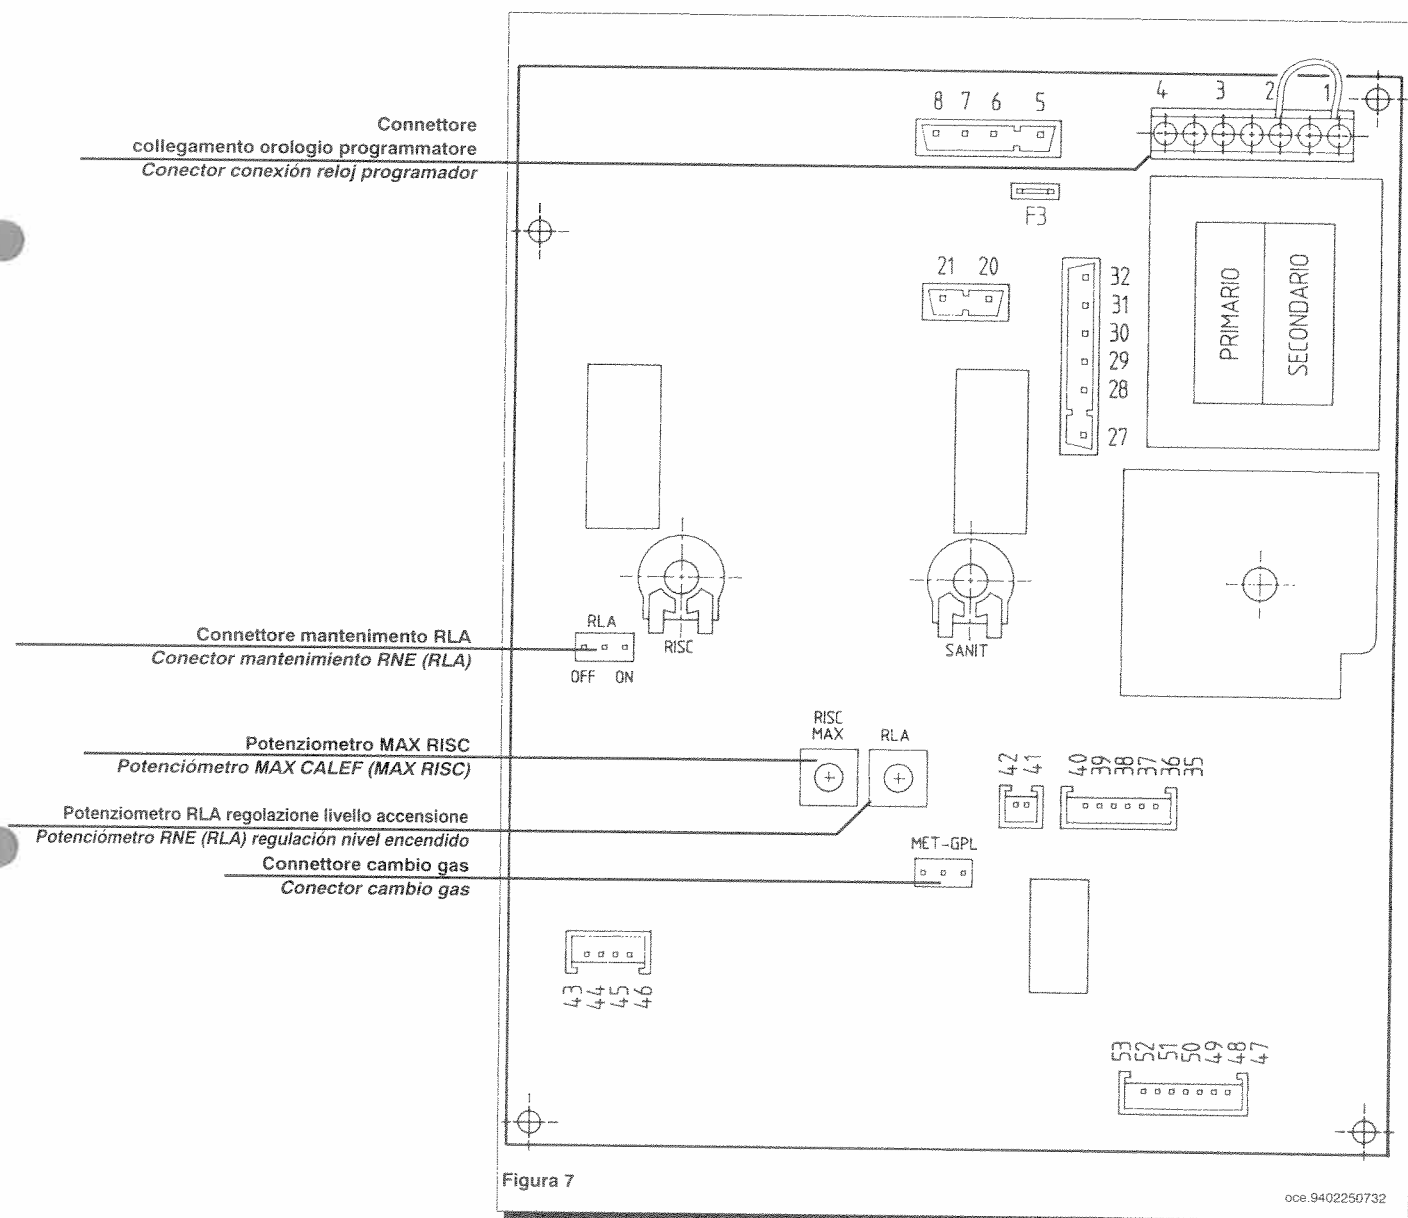

Figura 7
- * collegare il motore del programmatore al connettore della scheda elettronica principale (morsetti 3 e 4 di figura 7 a pagina 13);
- conectar el motor del programador al conector de la tarjeta electrónica principal (bornes 3 y 4 de figura 7 en página 13);
- posizionare il ponticello, nel connettore cambio gas, nel settore MET per il gas metano o nel settore GPL per il gas liquido (figura 7 a pagina 13).
- posicionar el puente, en el conector cambio gas, en el sector MET para el gas metano o en el sector GPL para el gas líquido (figura 7 en página 13).